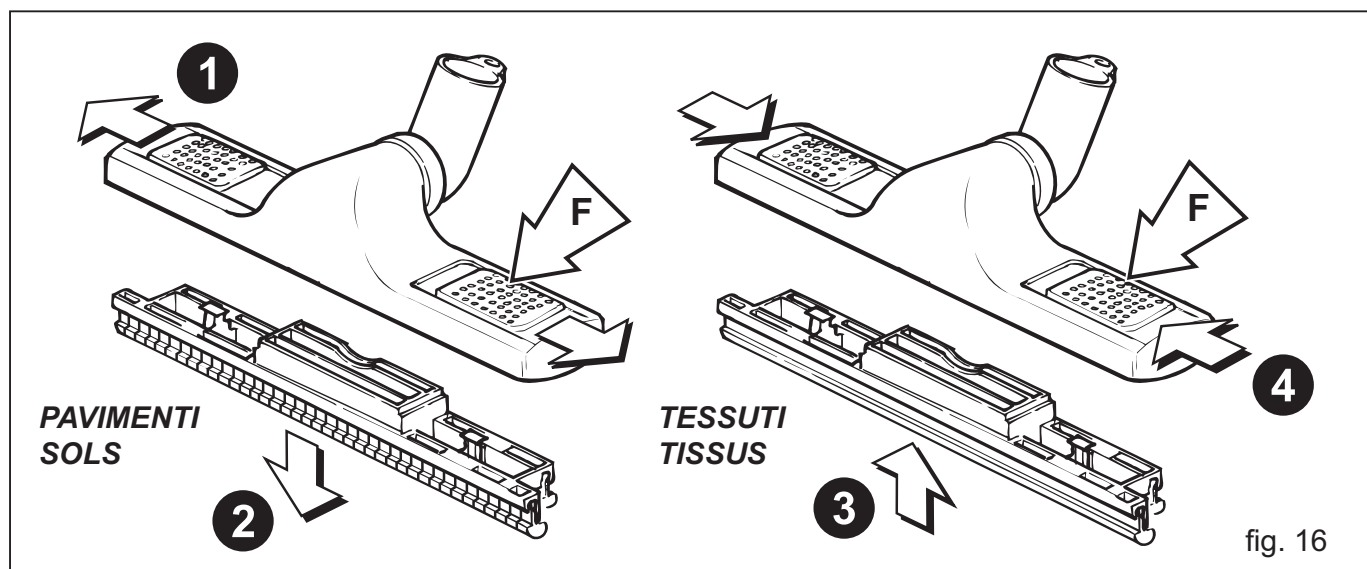

fig. 16
- Déplacer les boutons d'arrêt **F** vers l'extérieur (fig. 16) pour débloquer les raclettes.